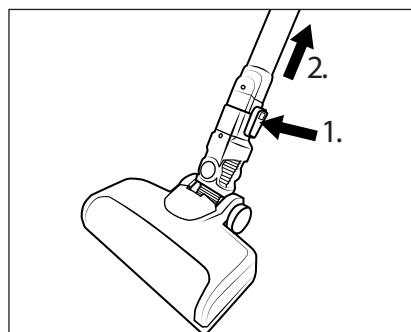

Fig. 12
- ◆ Pour retirer la brosse de sol **21** du tube d'aspiration **23**, maintenez la touche de déverrouillage de la brosse de sol **22** enfoncée et retirez le tube d'aspiration **23** de la brosse de sol **21** (voir fig. 12).